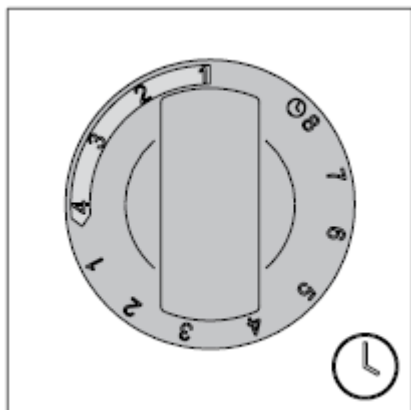

Figura nr.2. Temporizator(Timer)
Dacă se dorește folosirea saunei atunci butonul trebuie setat pe „pornirea imediată” adică pe numărul 4-sauna este pornită!Astfel soba rămâne pornită timp de 4 ore,dacă nu cumva butonul e setat pe numărul zero(0).Dacă este setat pe (0) atunci elementele de încălzire opresc,și soba se oprește.Studiați Figura nr.2.